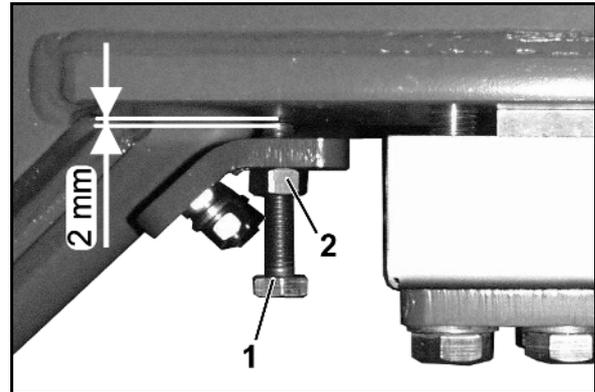

Fig. 79
L'écart requis entre les vis de butée maximale (Fig. 79/1) et le cadre de pesée est de 2 mm.
1. Desserrez le contre-écrou (Fig. 79/2)